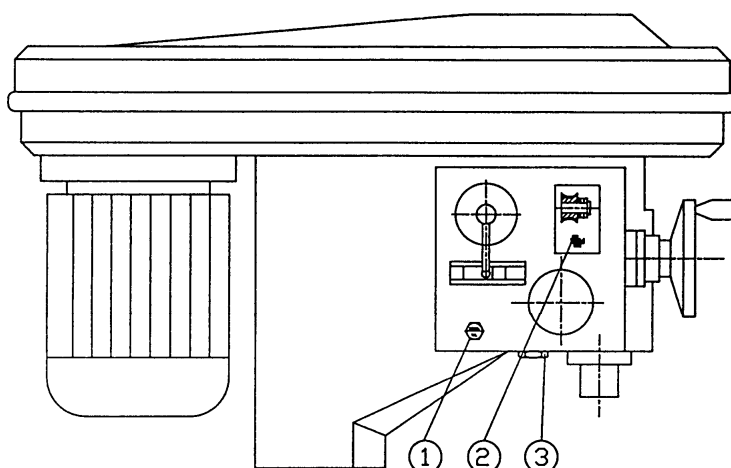
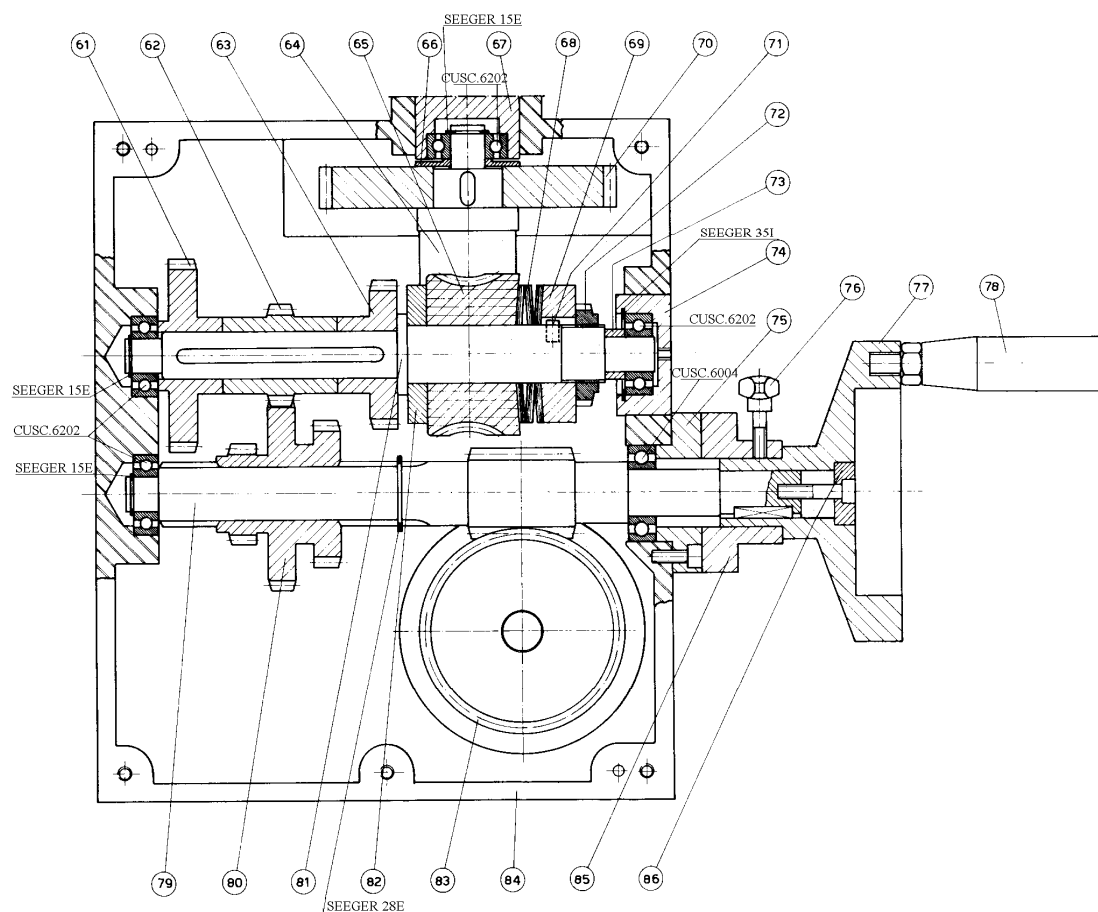

FIG.2
FIG.5
Remplir la boîte des dispositifs d'avance avec de l'huile après avoir retiré la plaquette (2 fig.2).
Verser l'huile jusqu'au point rouge du témoin de niveau (1 fig.2) (0,7 litre environ).
Une fois par mois (minimum) graisser à l'huile filante la couronne dentée en Nylon à laquelle on accède en retirant la plaquette (2 fig.2).
Vidanger l'huile tous les 12 mois en l'évacuant à travers le bouchon de vidange (3 fig.2).
3.5 REGLAGE DU JOINT DE SECURITE (FIG.5)
Si, petit à petit la descente du foret devient irrégulière (le volant (77 fig.5) tourne par à-coups), régler de nouveau le joint.
Pour effectuer cette opération, retirer la plaquette (2 fig.2) et serrer davantage le collier autobloquant (72 fig.5) pour comprimer davantage les ressorts à disques Belleville (68 fig.5).